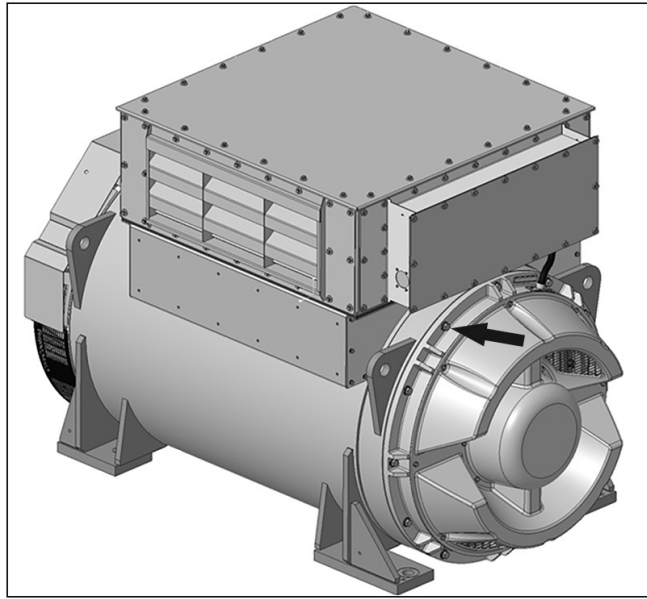

図 14. 吸気口カバーの取り外しと取り付け手順
1. 14 本の M8 ボルトを緩めて吸気口カバーを取り外し、ローター輸送サポートネジにアクセスできるようにします。参照: 図 14 ページ 25。
1. 吸気口カバーを取り外して、ローター輸送サポートブランキングネジにアクセスします。参照: 図 14 ページ 25。